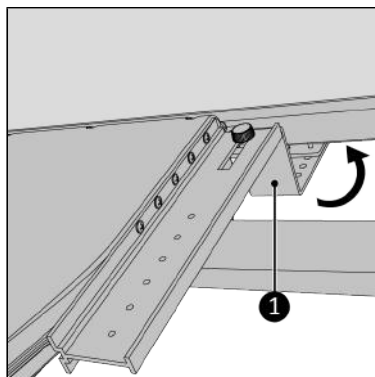

Figure 202.
7. Accrochez le support autour du cadre de la fenêtre (Figure 202, pos. 1).